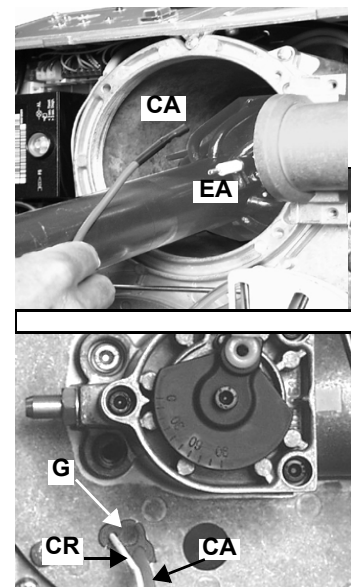

Fig. 31
- 2 Rimuovere il connettore **CR** dell'elettrodo di rilevazione (Fig. 31).
- 3 Scollegare il cavo **CA** dall'elettrodo di accensione **EA** (Fig. 31) e sfilarlo dal foro nella flangia di supporto testa, rimuovendo il gommino **G** (Fig. 31).